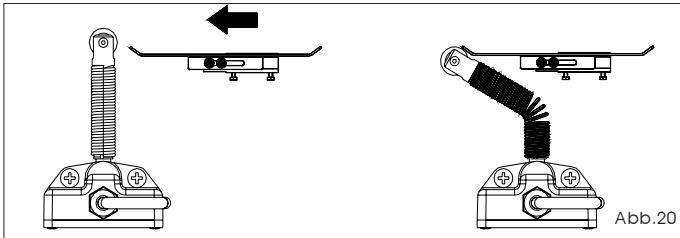

Abb.20
a) Das Feinblech sollte den Endanschlag mit der geformten Seite aktivieren, wie in Abb. 20 dargestellt